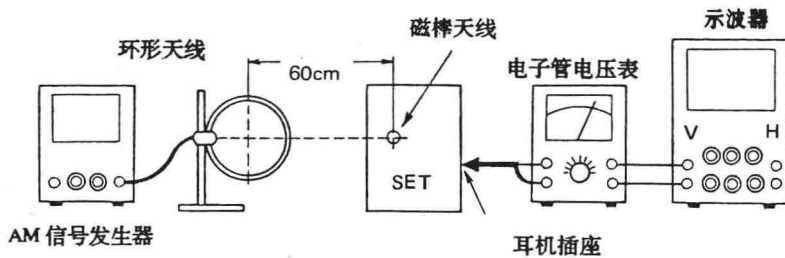

图1-11
- (3) 参阅图 1-11，把测试环接信号发生器输出端，利用电磁感应使收放机接收信号发生器的信号。把电子管电压表接收放机耳机插座，按调试表中表格要求设定信号发生器输出信号频率，使在电子管电压表上得到足够大的输出电平指示。调试时，音量调节应处于中间位置。